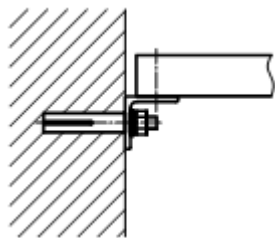
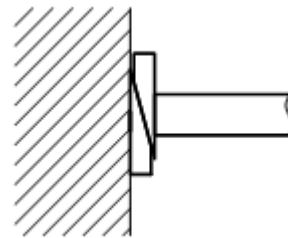

图 4-3 型钢样板架固定方
图 4-4 木材样板架固定方
4.1.1 根据电梯土建总体布置图架设样板架。样板架可以用不易变形的木条或型钢制成, 设置在距井道顶部楼板下 500 毫米的水平面上, 固定牢固。见图 4-1、图 4-2、图 4-3、图 4-4。